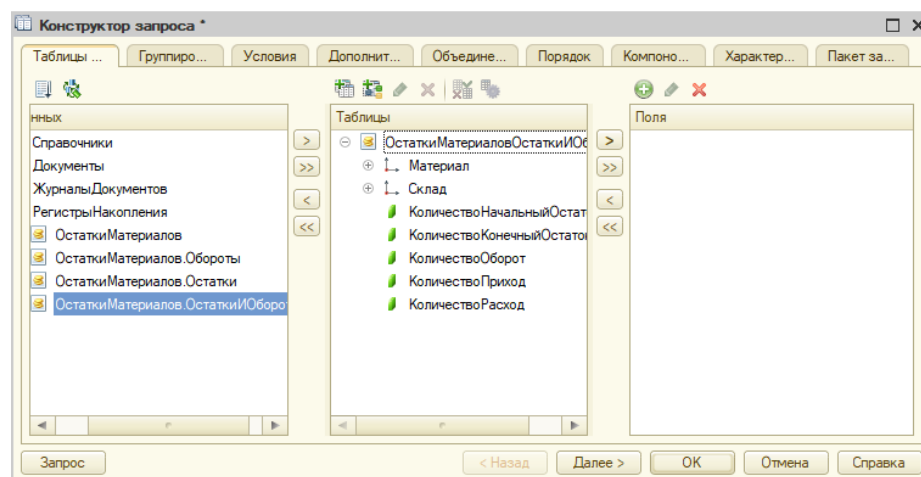

Рис. 2.3 Таблица «ОстаткиМатериалов.ОстаткиИОбороты»
4. Так как в отчете должны отражаться как остатки материалов, так и информацию об их поступлении и расходовании, необходимо выбрать виртуальную таблицу ОстаткиМатериалов.ОстаткиИОбороты. Перетащите мышью эту таблицу в список Таблицы и раскройте ее структуру (рис. 2.3).